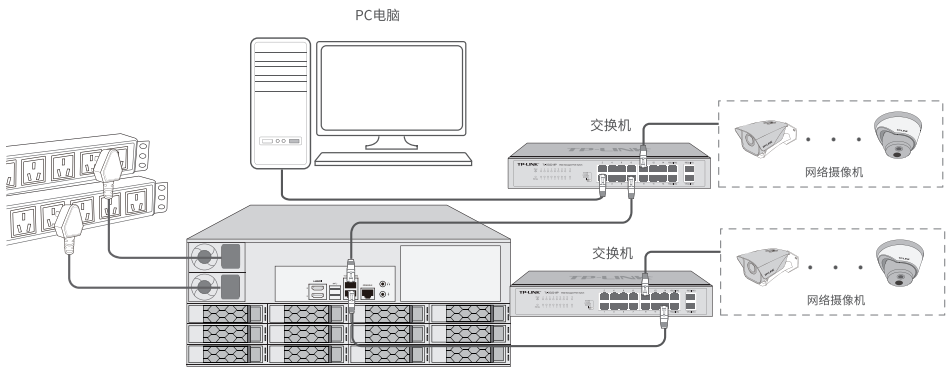

图3-5 NVS多址模式连接示意图
- 1. 开启多址模式: 依次点击网络设置>>网络连接, 选择“多址设定”工作模式, 点击<保存>即可。连接设备可参考图3-5。